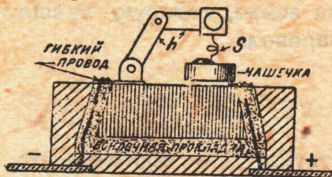
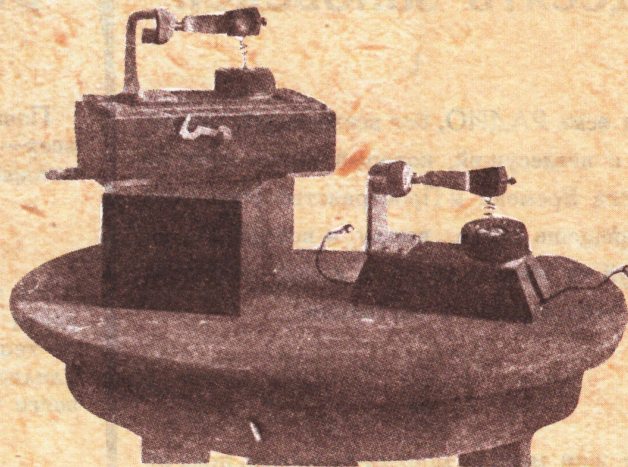

Рис. 1. Нечувствительная к сотрясениям установка детектора
Рис. 2. Устойчивый детектор в ящичке, обложенном внутри войлоком (слева), и отдельно от него (справа)
**Устойчивость детектора.** Для большей надежности в работе, генерирующий детектор следует помещать в ящичек, обложенный внутри войлоком; тогда механические сотрясения совершенно не будут влиять на его работу. Это удобно сделать согласно рисунку 1, где, как видно, нет жесткого соединения корпуса детектора с ящичком, так как контакт достигается посредством 2-х гибких шнуров (см. также фотографию на рис. 2, где генерирующий детектор показан в ящичке и отдельно от него).
Конструкцию детектора можно взять или такой, как показано на рис. 1, а еще лучше с шариковым сочленением, как на рис. 2, или аналогично детекторам РОБТ и Т типа К-6.
Для удобства регулировки, чашечка со впавленным кристаллом должна быть большего диаметра, чем обычно (удобно в 3 см.), и должна иметь возможность плавно вращаться; цинкитный кристалл вдавливается в нее эксцентрично (см. фот. рис. 2).
**Форма контактной проволоочки.** Контактную пружинку к цинкитному кристаллу (S — см. рис. 1-й) нужно сплести из 2-х крепкой стали проволоочек, одна из которых, толщиной в 0,8 мм., вилется лишь для крепости и не доходит до низу на 1 мм.; проволоочка, доходящая до низу и касающаяся кристалла, имеет толщину в 0,2 мм.